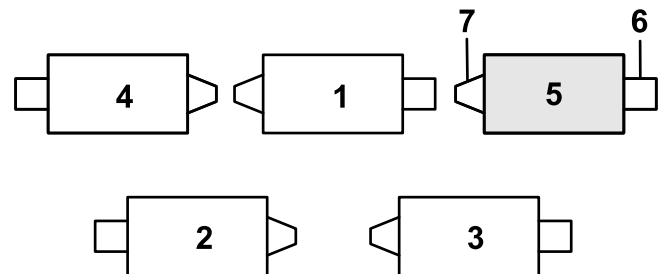

Figura 12
1. Dacă tiftul în formă de agrafă este montat în orificiul din spatele tijei arcului de compensare, îndepărtați tiftul și introduceți-l în orificiul din apropierea suportului (Figura 12).